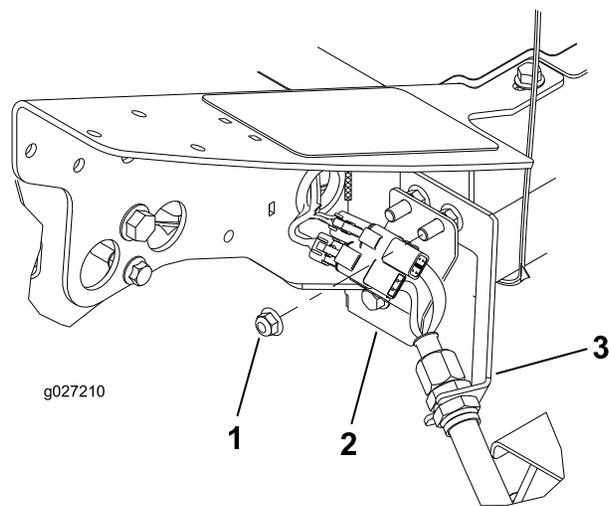

図 12
1. フレームの左前コーナー 4 番カuttingユニットの位置の、バルクヘッドブラケットをマシンに固定しているボルトについている余分のフランジヘッドナットを取り外す 図 12。
3. バルクヘッド取り付けボルトにコネクタプレートを通す。コネクタは 図 12 に示すように通す。